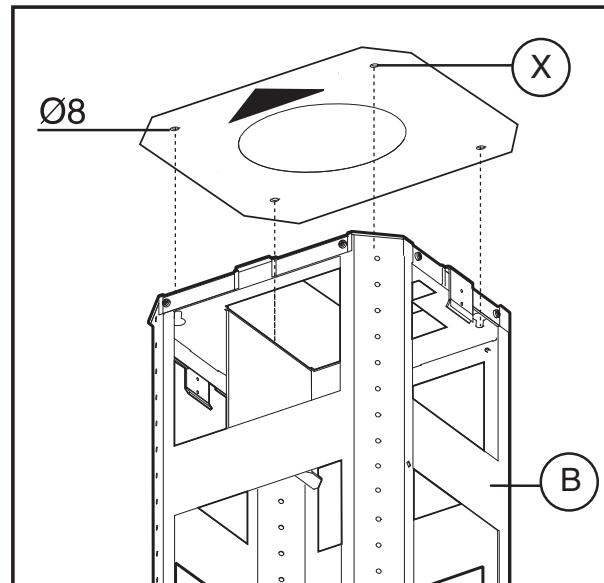

Fig.2
- Coloque la guía de perforación en el techo asegurándose que la flecha sea colocada en el mismo lado del mando del aparato (**Fig.2**).